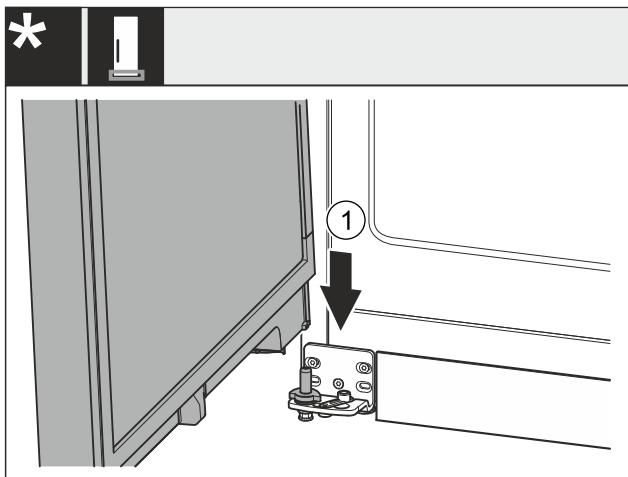

Fig. 44 *
- Coloque la puerta en el perno del cojinete Fig. 44 (1) inferior desde arriba.*